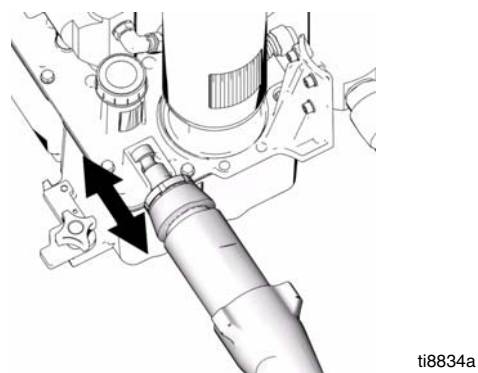

Рис. 13
1. (Рис. 13) При необходимости, поместите шток поршневого насоса в регулировочную отливку и потяните за насос для удлинения штока.